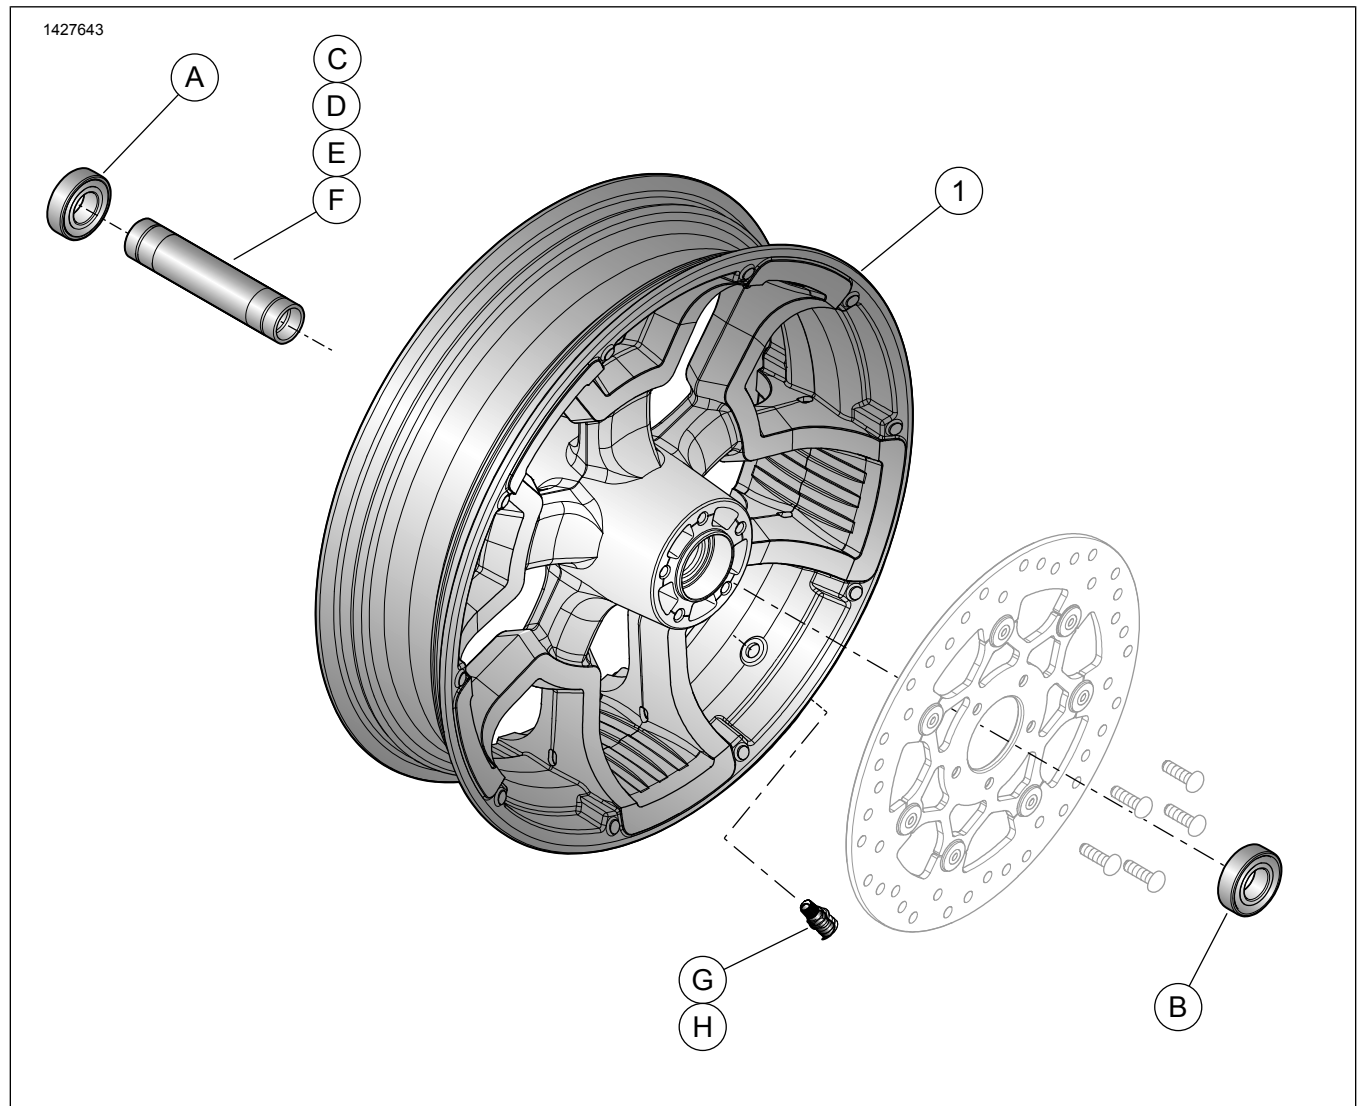

Figura 2. Piezas de servicio: Kit de rueda delantera
Este kit incluye una rueda personalizada solamente. Consulte Figura 2 y Tabla 3 para ver el contenido del kit.
2. Ver Figura 2 . Instale el conjunto del vástago de la válvula en la rueda. Consultar el manual de servicio.